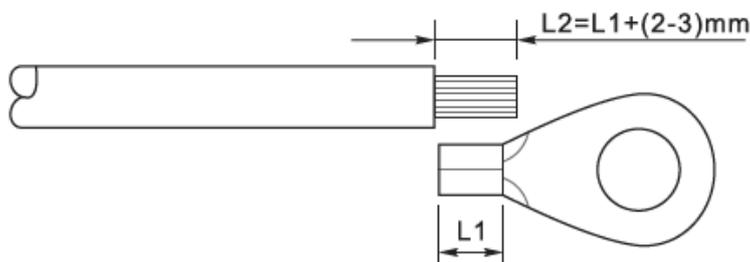

Figura 9 – Preparazione cavo di terra (1)
- 1) Rimuovere una lunghezza adeguata dello strato di isolante esterno usando uno spella cavi, come mostrato nella Figura 9.